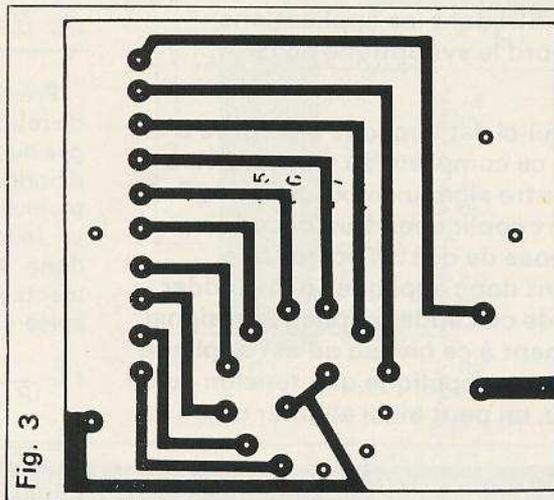

Fig. 3
**Fig. 3. et 4. - Exemple d'un signal en escalier. Le circuit SN74154 fournit 16 signaux, un à la fois, espacés d'un certain temps, déterminé par l'oscillateur horloge.**
résistances « Ladder ». Ces résistances  $R_5$  à  $R_{12}$  doivent être à tolérance étroite, 5 % maximum, afin que le signal en escalier ait des paliers bien égaux. De ce réseau de résistances dépend la précision du Bar-Graph. Ce signal en escalier fait l'objet de la figure 3, c'est lui qui est appliqué à l'entrée inverseuse du comparateur, réalisé ici avec un 741. L'entrée non inverseuse du comparateur est reliée à l'entrée du montage à travers  $R_2$ , 20 k $\Omega$ . Sa sortie « broche 6 » est connectée aux anodes de 16 diodes LED à travers une résistance  $R_1$ , 270  $\Omega$ , et  $D_{17}$ , 1N914. Ces deux composants servent de protection pour les LED.